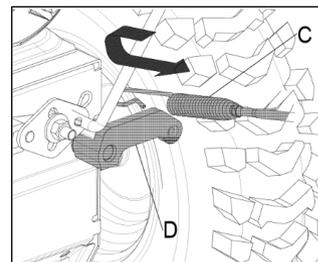

Рис. 4
Соедините правый трос (С) панели управления с тягой (D) (Рис. 4).